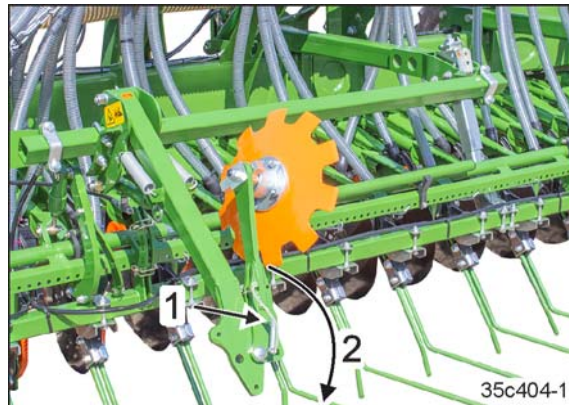

Fig. 240
2. Den Bolzen (Fig. 240/1) herausziehen und den Ausleger (Fig. 240/2) mit der Spurscheibe in Arbeitsstellung klappen.